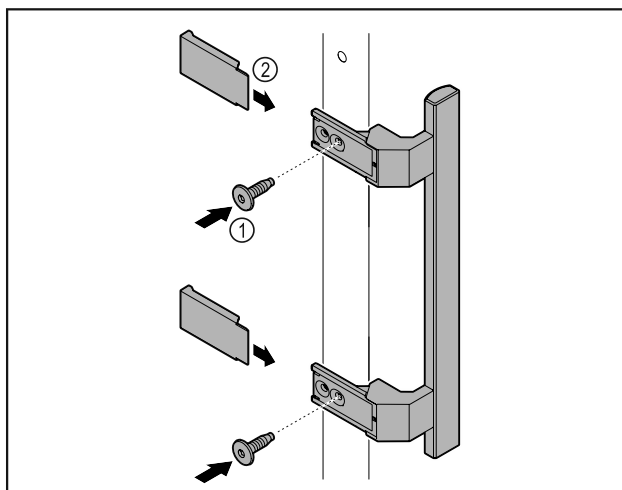

Fig. 7
- Montoni dorezën nga paketa së bashku me vidat e ofruara Fig. 7 (1) në derë.
- Vendosni kapakun mbulues Fig. 7 (2).